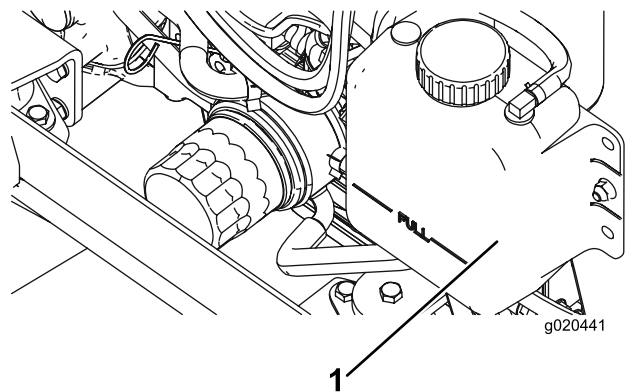

Figura 92
1. Togliete con cautela il tappo del radiatore e il tappo del serbatoio di espansione (Figura 92).